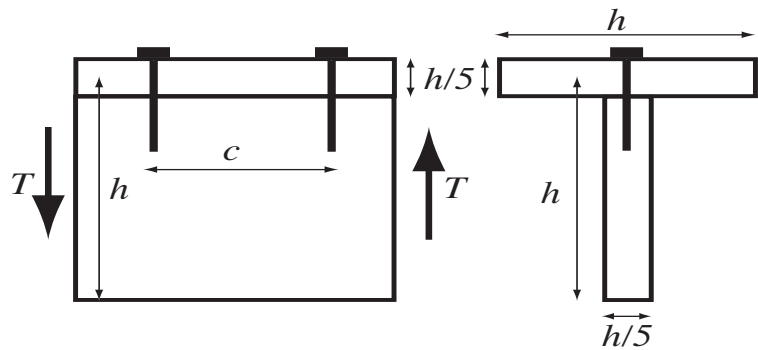

FIG. 1 Fritt upplagd träbalk belastad med en punktlast och med en sektion uppbyggd av två ihospikade plankor.
1. En träbalk består av två ihospikade plankor enligt Fig. 1. Spikarna sitter med ett centrumavstånd c . Balksektionen belastas med en tvärkraft, T . Bestäm (uttryckt i T , h och c) den skjuvkraft, F varje spik måste överföra. (3p)